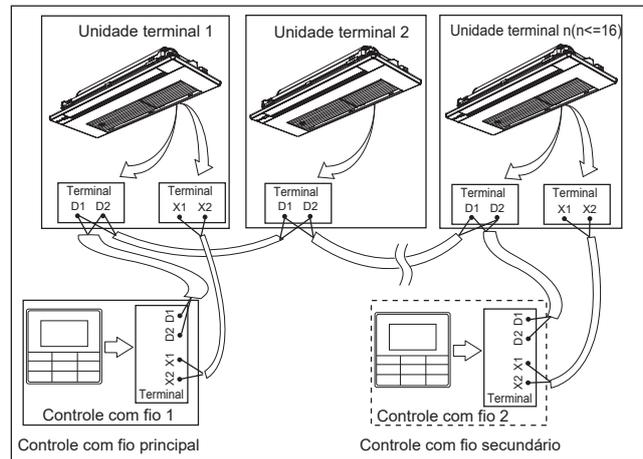

Figura 6.8
- Use 1 controle com fio para controlar várias unidades terminais ou 2 controles com fio (um principal e um secundário) para controlar várias unidades terminais (consulte a Figura 6.8).